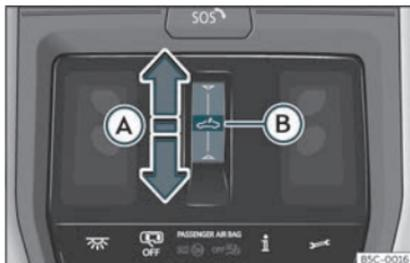

Fig. 87 Dans le ciel de pavillon : touche du toit ouvrant.
- Mouvement automatique : faites glisser le doigt vers l'arrière de la zone fonctionnelle ⇨ >>> **fig. 87 (A)**.
- Dans les 5 secondes après avoir activé la fonction anti-pincement, faites glisser le doigt vers l'avant de la zone fonctionnelle **↔** >>> **fig. 87** **Ⓐ** et maintenez-le appuyé jusqu'à ce que le toit ouvrant soit entièrement refermé.